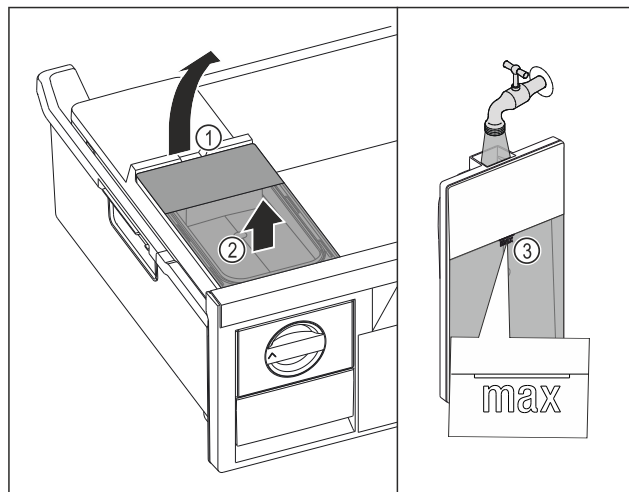

Fig. 85
- Løft vannbeholderen ved utsparingen Fig. 85 (1).
- Løft vannbeholderen ut av skuffen. Fig. 85 (2)
- Fyll vanntanken med vann opp til markeringen Fig. 85 (3).